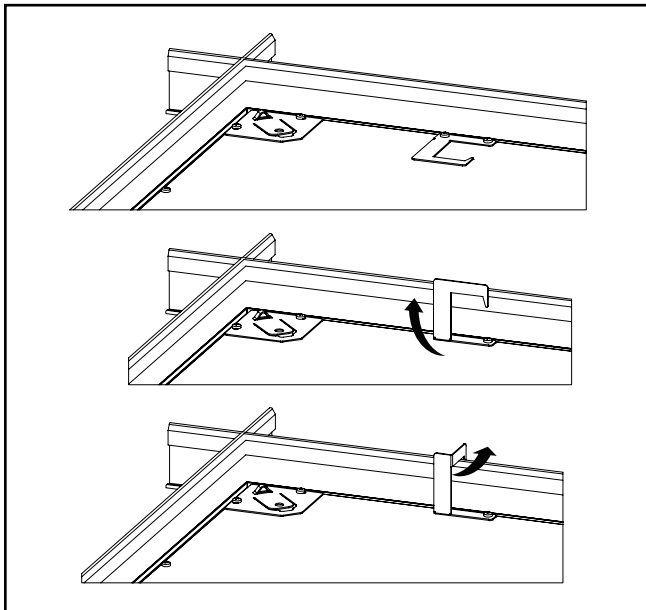

Figura 3.
6. Se proporcionan clips de grilla para una retención adicional al sistema de techo. Oriente las lengüetas en la parte posterior de la luminaria sobre la grilla en T doblándolas 90 grados perpendiculares a la parte posterior de la luminaria. Luego doble las lengüetas a 90 grados hacia el marco de la grilla en T. (Figura 3)